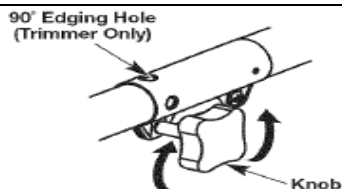

Рис. 4
1. Чтобы ослабить зажим, поверните рукоятку против часовой стрелки (Рис. 4).
3. Затяните рукоятку, поворачивая ее по часовой стрелке (Рис. 4).